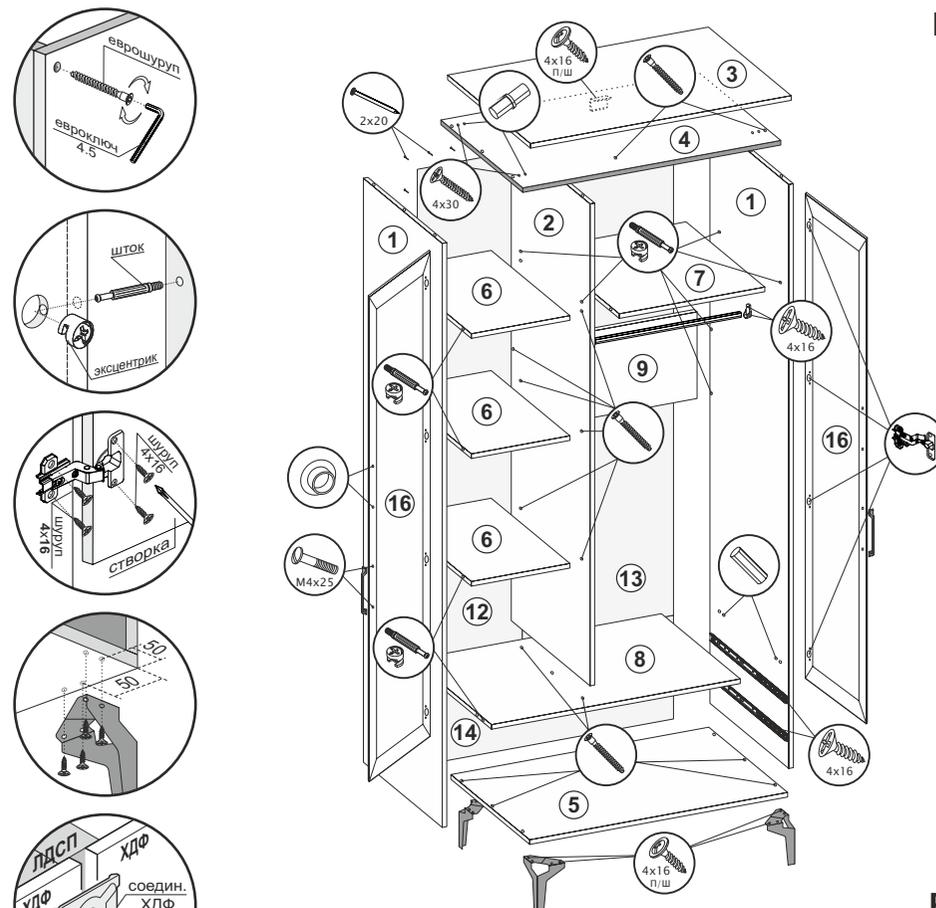

Рис.1
1. К боковинам (1) прикрутить направляющие шурупами 4x16 (рис.1).
2. Еврошурупами соединить поперечину (2), стяжки (6) и планку (9) (рис.1).
3. Соединить боковины (1), стяжки (6,7,8) и планку (9) с помощью шкантов и эксцентриков (рис.1).
4. На собранную часть изделия установить крыши (4,5), используя еврошурупы (рис.1).
5. Замерить диагонали секции (они должны быть равны: +/- 2 мм). Прибить гвоздями 2x20 заднюю стенку, состоящую из ХДФ (12,13,14) и соединителей ХДФ. ХДФ (13) к планке (9) прикрутить шурупами 4x16 П/Ш (рис.1).
6. В крышу (4) вставить полкодержатели и установить на них крышу (3), затем стянуть крыши (3,4) между собой с помощью шурупов 4x30 (рис.1).
7. Шурупами 4x16 П/Ш прикрутить опоры № 25 к крыше (5). Оптимальное расстояние крепления опоры 50 мм от каждого края крыши (5) до первого отверстия в опоре № 25 (рис.1).
9. Шурупами 4x16 по наметкам прикрутить скалкодержатели к правой боковине (1) и поперечине (2), затем установить на них скалку (рис.1).